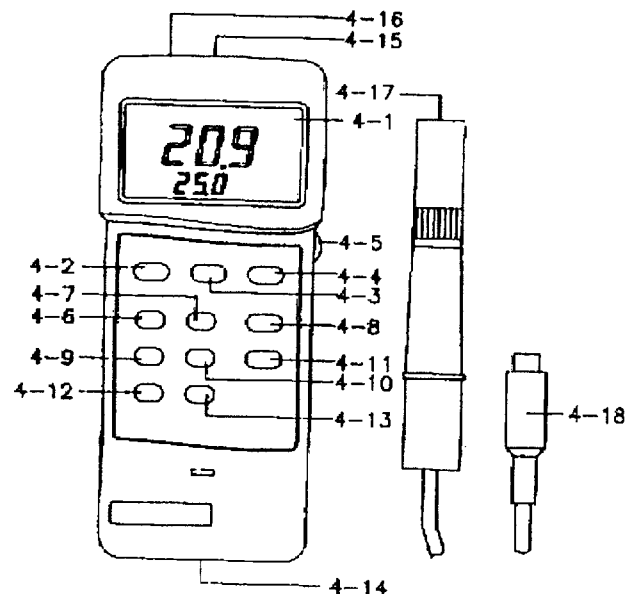

Fig.1
- 2) Aprire il vano batteria (4-14, Fig.1) e rimuovere la batteria scarica.
- 3) Montare il nuovo diaframma (8-5, Fig. 1) inserendo anche la rondella (8-6, Fig.2) sul contenitore dell'elettrolita (8-4, Fig.1) e riassemblare la sonda (6-7, Fig.2)
Lo strumento è provvisto di una presa terminale RS-232 (4-16, Fig.1).
- 1) Scollegare il plug della Sonda Ossigeno (4-18, Fig.1) dalla presa situata sullo strumento (4-15, Fig.1).
- 2) Accendere l'apparato tramite il pulsante ON/OFF (4-2, Fig.1).
- 3) Portare il selettore "O₂/DO" (4-11, Fig. 1) sulla posizione O₂.
* Premere il pulsante zero (4-9, Fig. 1), il display deve azzerarsi.
- 3) Collegare la Sonda Ossigeno (4-18, Fig. 1) alla apposita presa dello strumento (4-15, Fig.1).
- 2) Portare il selettore "O₂/DO (4-11, Fig. 1) nella posizione "DO".
- a. Premere il pulsante "% Salt" (4-10, Fig. 1), il display sarà il seguente:
- b. Premere il pulsante di regolazione del fattore (4-8, Fig. 1) per aggiungere al valore originale di salinità un fattore di 1%, continuare a premere fino ad arrivare al valore di salinità desiderato.
- 1) Lo strumento è provvisto della funzione di Autospegnimento grazie alla quale si riesce a prolungare la vita della batteria interna. Se non viene premuto alcun pulsante per almeno 10 minuti, l'apparato si spegne in maniera automatica. Per disattivare questa funzione, durante la misura selezionare la funzione di record della memoria premendo il pulsante "Memory Record Button" (4-6, Fig. 1)
- 2) Lo strumento è provvisto anche della funzione di regolazione del contrasto del display. Per la regolazione agire sul controllo "LCD contrast Adjust" (4-5, Fig. 1).
- a. Premere il pulsante "MT (altitudine) (5-13, Fig.1), sul display appare:
- b. Premere il pulsante "Regolazione fattore"(4-8, Fig.1) raggiungere un valore di 100mt al valore originario. Continuare a premere fino a raggiungere il valore di altezza desiderato, quindi premere il pulsante "MT (altitudine) (4-10, Fig.1) per ultimare la regolazione.
- 2) Portare il selettore "O₂/DO" (4-11, Fig.1) nella posizione "O₂".